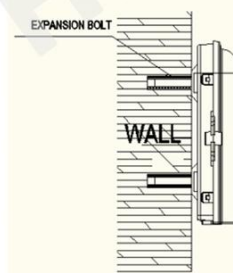

Fig.4 Instalación en pared
1. Instalación en pared Taladre 4 agujeros sobre la pared según el tamaño de la tabla 1, coloque el perno de expansión  $\Phi 5.5 \times 30$ , coloque la caja para que coincida con los orificios y use el perno para sujetar. (Fig. 4)